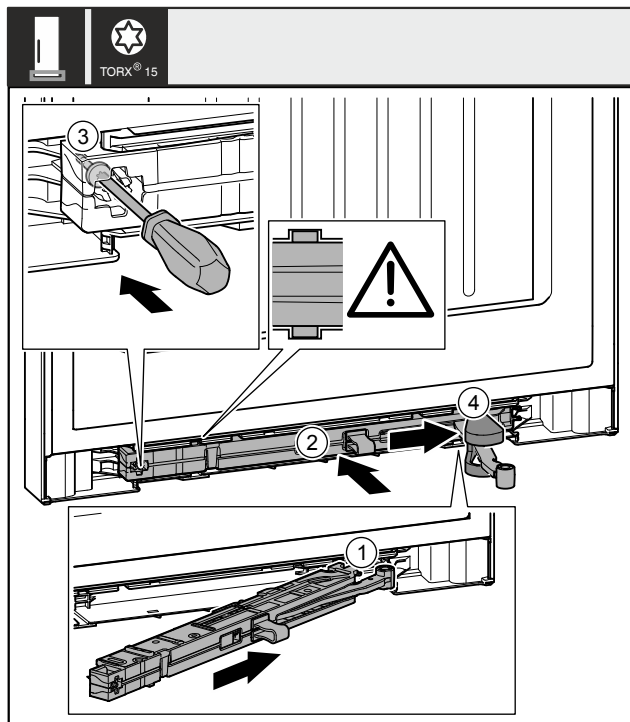

Fig. 52
- ▶ Empuje la unidad del amortiguador de cierre Fig. 52 (1) hacia el hueco sobre el lado del soporte del cojinete en ángulo hasta el tope.
- ▶ Introduzca completamente la unidad del amortiguador de cierre Fig. 52 (2) en el hueco.
- ▶ Apriete el tornillo Fig. 52 (3) con un destornillador.
- ▶ Deslice la cubierta Fig. 52 (4) sobre la bisagra.